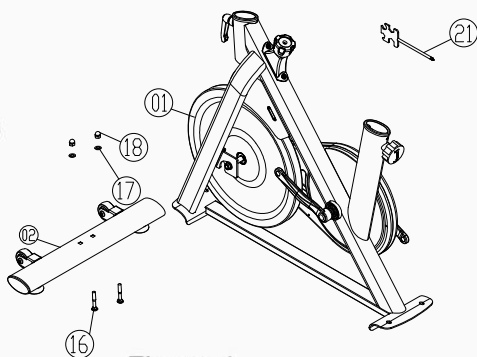

Figura 1
1. Fissare l'assemblaggio del telaio principale (Parte 01) all'assemblaggio del tubo del piede anteriore (Parte 02) con due bulloni a testa bombata M8×55 (Parte 16), due rondelle piane ($\Phi 20 \times \Phi 8.5 \times 1.5t$, Parte 17) e due cappucci alti in plastica (Parte 18), in conformità alla Figura 1.